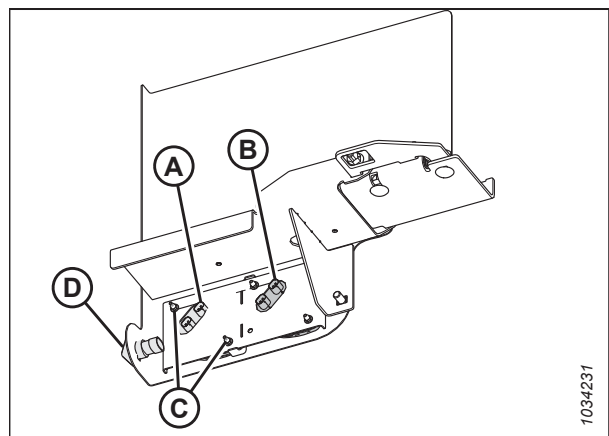

Abbildung 5.196: Gelbe Lichter und Markierungsleuchten – Vorderansicht
- Um die in Abbildung 5.196, Seite 382 gezeigte Blinker-/Warnblinker-Verstärkerlampe (D) anzubringen, die Lasche (A) der Lampe auf die Aussparung im Schild ausrichten, die Lampe vorsichtig in das Schild drücken und drehen, um sie zu befestigen.